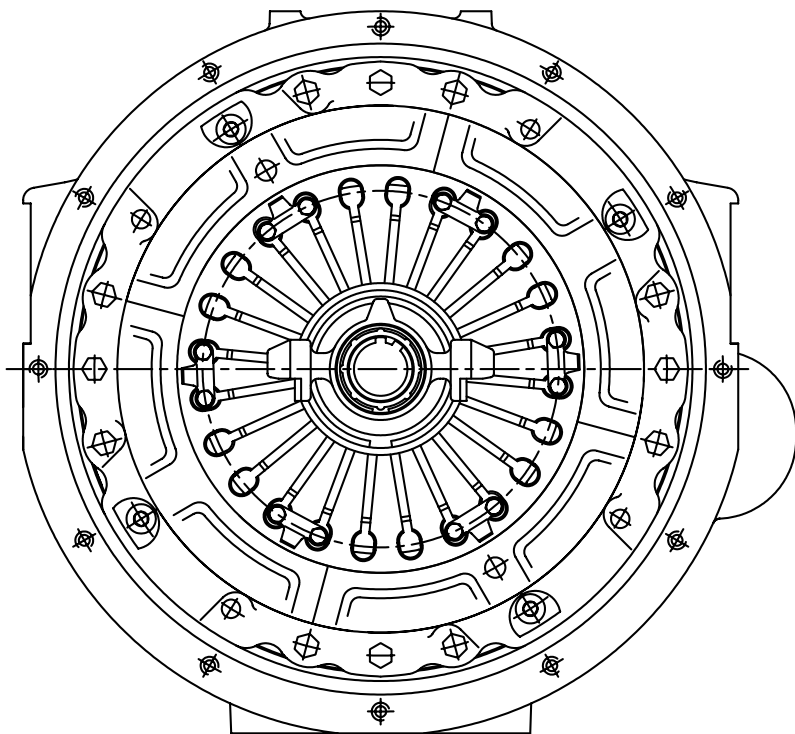

Рис. 20. Положение муфты выключения сцепления на нажимном комплекте
5. С помощью специальной оправки, установленной на центрирующую оправку ведомого диска, сцентрировать муфту выключения сцепления и развернуть её, как показано на рис. 20. Допускается угловое отклонение не более 10°.